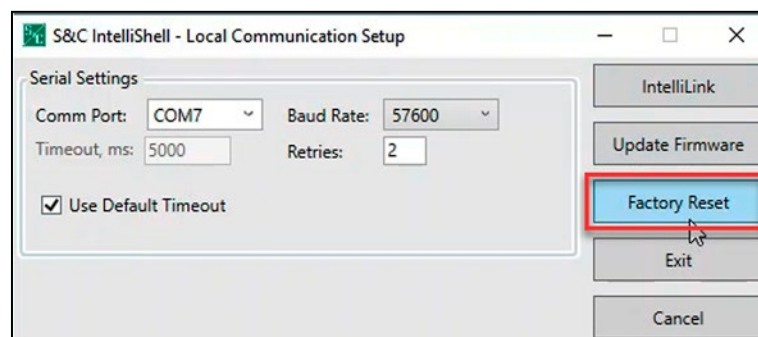

Figura 125. El botón de Restablecimiento en Fábrica.
**PASO 3.** Haga clic en la opción **Factory Reset (Restablecimiento en Fábrica)** para iniciar el procedimiento de **Restablecimiento en Fábrica**. Ver Figura 125.